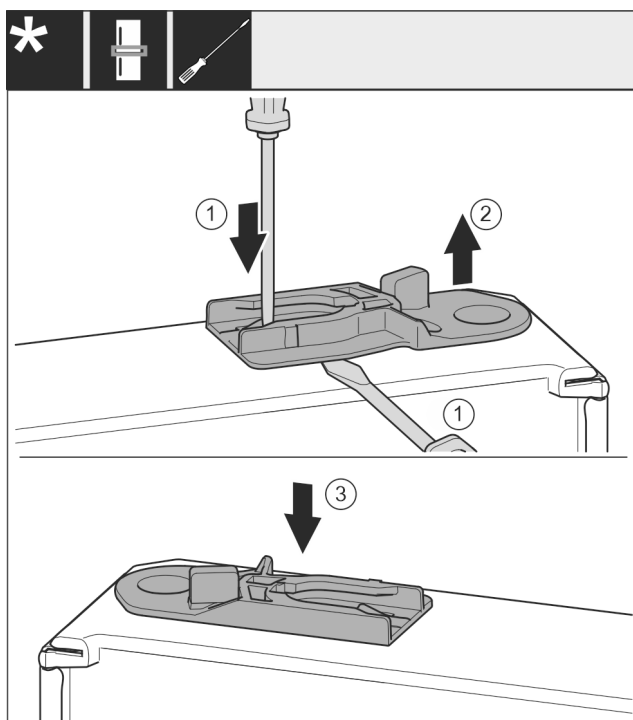

Fig. 34
- ▶ Scoateți bucașa de ghidaj: Apăsăți eclisa Fig. 34 (1) cu șurubelnița plată și, concomitent, duceți-o cu șurubelnița plată sub bucașa de ghidaj Fig. 34 (2).
- ▶ Împingeți bucașa de ghidaj Fig. 34 (3) atașată în pachetul de livrare pe altă parte a carcasei.